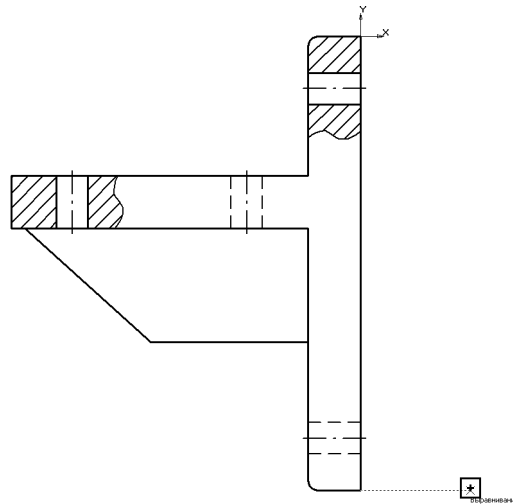

Рис. 54.19. Указание первой вершины прямоугольника
- 1.3. Чтобы соблюсти проекционную связь, активизируйте локальную привязку **Выравнивание** (рис. 54.19).